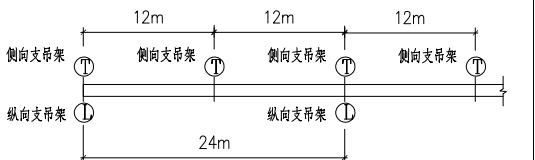
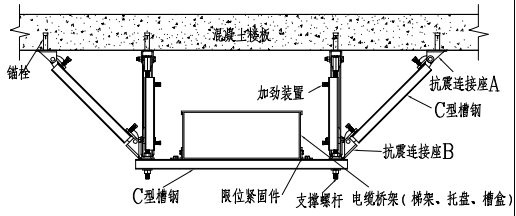
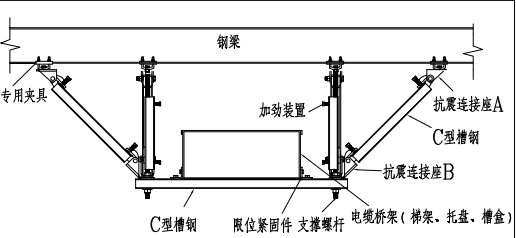

图2：水平直线段侧向、纵向抗震支吊架设置示意图
图4：双侧双向抗震支吊架在混凝土底板下安装图
图6：双侧双向抗震支吊架在钢梁下安装图
- 6、线路直线段应至少设置一个纵向抗震支吊架，设置位置通常采用双向抗震支吊架，详见图2，两个纵向抗震支吊架的最大间距8.1；双向抗震支吊架安装大样详图4（图6）。